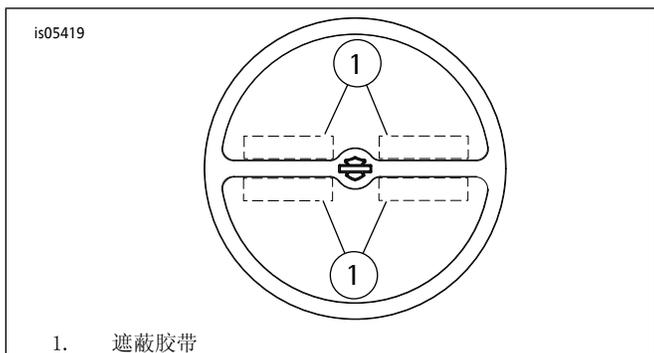

图2。扬声器格栅罩
5. 参见图2。在装饰环横杆上方和下方以及Bar & Shield(盾牌)标识两侧将四段遮蔽胶带(1)直接粘贴至扬声器格栅。这将用作安装模板。